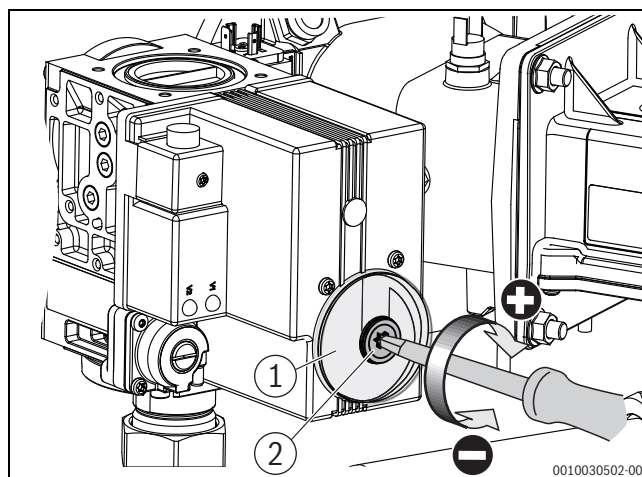

Bild 5 O₂-Gehalt bei Volllast einstellen (Kesselgröße 150 kW [bis V03] – 300 kW)
- ▶ Schutzkappe an der Gasarmatur abnehmen (\rightarrow Bild 5).
- ▶ O₂-Werte an der Volllast-Einstellschraube auf 5,4 % einstellen (\rightarrow Bild 5).